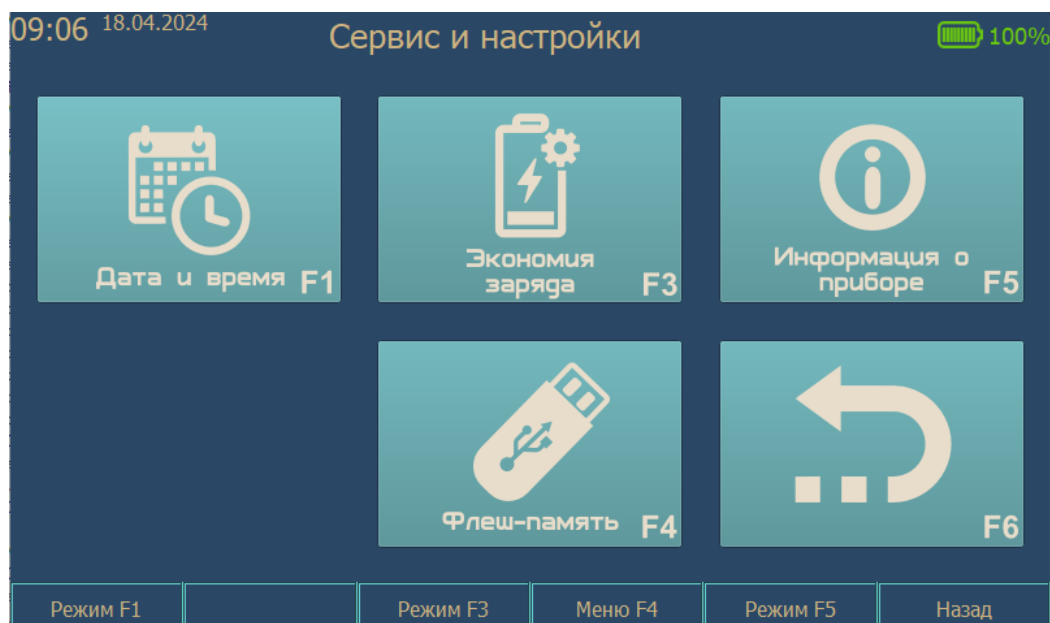

Рис. 6 Меню «Сервис и настройки»
2.6.1. Доступ к сервисным функциям и режимам осуществляется через пункт «Настройки» основного меню. Внешний вид содержимого меню «Сервис и настройки» представлен на рис. 6.